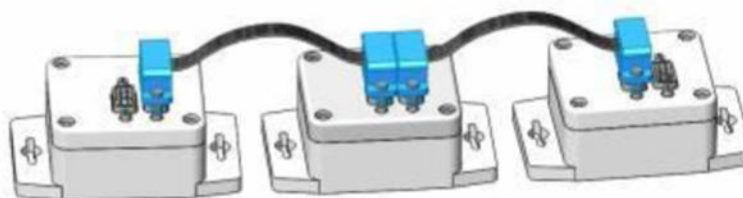

Рис. 7. Блок-схема соединений датчиков «Орбикрафт» (или аналоги)
5. Составить правильную блок-схему расположения всех устройств на корпусе спутника и их соответствие 3D-модели (рис.7).